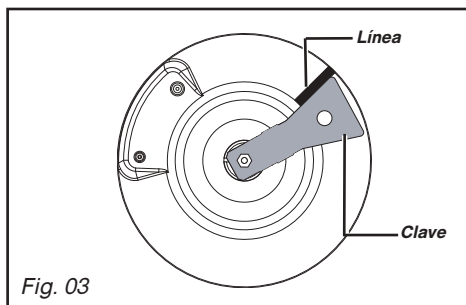

Fig. 03
En una instalación existente, se puede utilizar un tubo flexible equipado de sus abrazaderas de apriete (conforme a la norma XP D 36-110) cuya vida útil es de 5 años. En ese caso, es necesario utilizar un tope sin olvidar colocar una arandela de estanqueidad entre el tope y el codo de la placa (Fig. 03).
- Gire la llave en el sentido de las agujas de un reloj hasta que la línea aparezca del otro lado (Fig. 03).